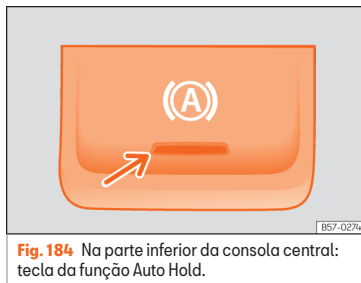

Fig. 184 Na parte inferior da consola central: tecla da função Auto Hold.
A luz de controlo do botão (A) »» **Fig. 184** permanece acesa enquanto a função Auto Hold estiver ligada.
Estando o veículo parado, altera-se alguma das condições que exige a função Auto Hold, esta desliga-se e a luz do botão apaga-se »» **Fig. 184**. O travão de estacionamento eletrónico é ativado automaticamente, se necessário, para estacionar o veículo de forma segura »» ⚠.